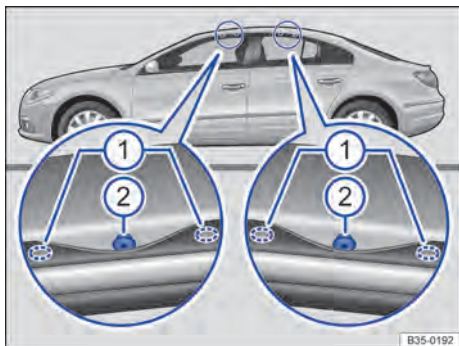

Fig. 109 Abaixo das vedações de borracha da porta dianteira e traseira: pontos de fixação para os suportes de base
De cada lado do veículo há duas marcações sobre as vedações de borracha da porta, tanto na frente como atrás $\Rightarrow$ Fig. 109 ①.